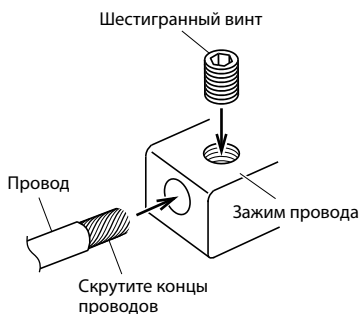

Рис. 6
3. Затяните шестигранный винт с помощью шестигранного ключа (в комплекте) для фиксации провода. (Рис. 6)